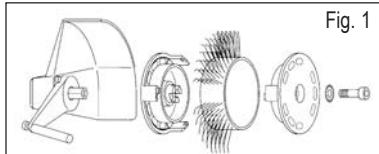

Fig. 1
3. Bryt trykklufttilførselen før du setter *Bristle Blaster®* Båndet på 23 mm eller 11 mm på verktøyet med festesystemet (pass på løperetringen), den tilhørende stjerneskiven og en skrue. Se fig. 1 og 2.